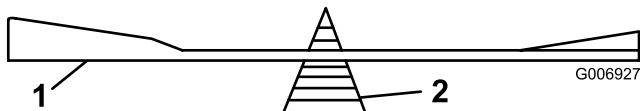

Figura 35
2. Controllate l'equilibrio della lama posizionandola su un bilanciatore (Figura 35). Se la lama rimane in posizione orizzontale, è bilanciata e può essere utilizzata. Se non è bilanciata, limate un po' di metallo sul retro della stessa. Ripetete l'operazione finché la lama non è perfettamente bilanciata.